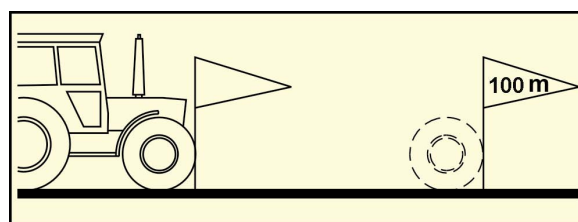

Рис. 28
- Отмерьте на поле контрольный участок (точно 100 м). Обозначьте начальную и конечную точку контрольного участка (Рис. 28).